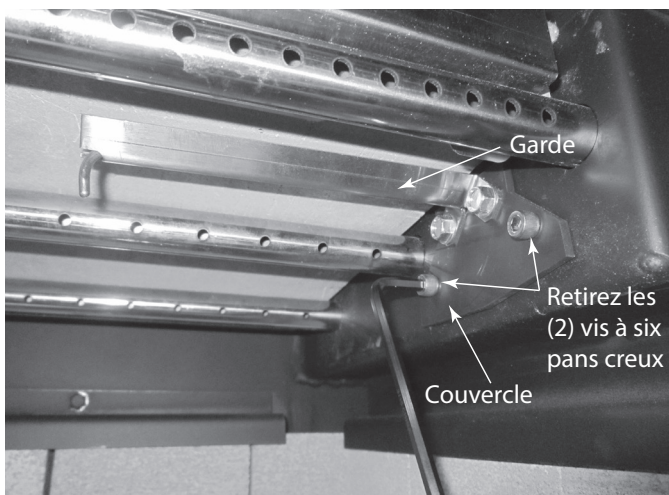

Figure 4.6 Couvercle avec protection pour thermocouple
- Ensuite, ouvrez la porte de l'appareil et recherchez le thermocouple en haut à gauche ou en haut à droite de la boîte à feu. Une fois ces éléments repérés, à l'aide d'une clé hexagonale de 4,75 mm (3/16 po.), retirez les (2) vis à six pans creux, puis tirez le couvercle (à laquelle est fixé le capot de protection du thermocouple) vers le bas pour la retirer du thermocouple. Voir la Figure 4.6.